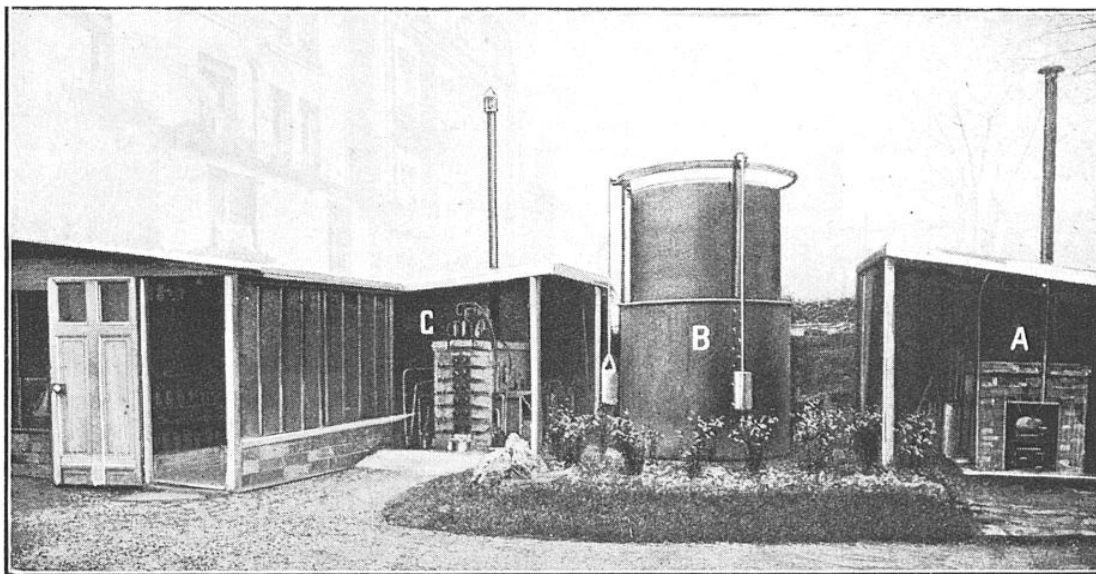
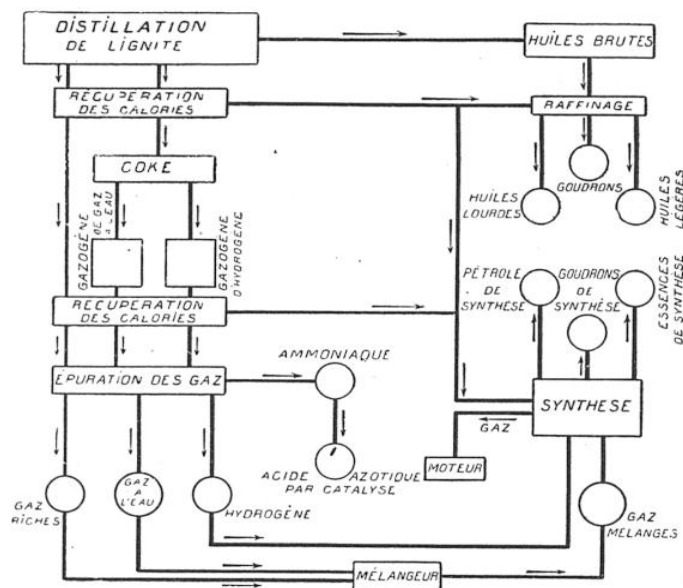

FIG. 1. — VUE DE LA PETITE USINE DE DÉMONSTRATION D'ASNIÈRES
FIG. 2. — SCHEMA DE LA FABRICATION EN PARTANT DU LIGNITE ET PRODUITS OBTENUS
sont emmagasinés dans un gazomètre (fig. 1). D'autre part, on obtient ainsi des goudrons, des gaz sulfurés, des vapeurs ammoniacales, des cyanures, arséniures, phosphures qui sont des produits nuisibles aux opérations ultérieures, notamment de la catalyse. Tous ces produits sont récupérés comme sous-produits et traités à part. (Voir fig. 2 et 6).
b) Dans le cas où les matières premières sont des résidus de la distillation, contenant principalement du carbone sous forme de coke, maintenu à la température d'environ 1.000 et 1.200° C., le résidu est transformé en gaz oxycarboné et de préférence en *oxyde de carbone* par de la vapeur d'eau, qui est amenée en contact avec le coke à une température d'environ 800° (fig. 1 et 6).
Cette opération accessoire comprend deux phases (fig. 2 et 6) :